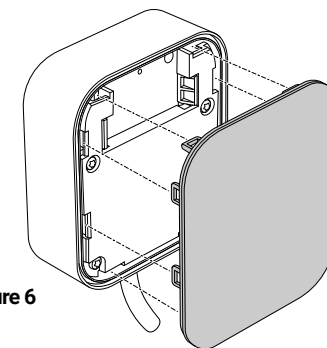

Figure 6
- 7 Remonter le capot étanche - voir **figure 6**.